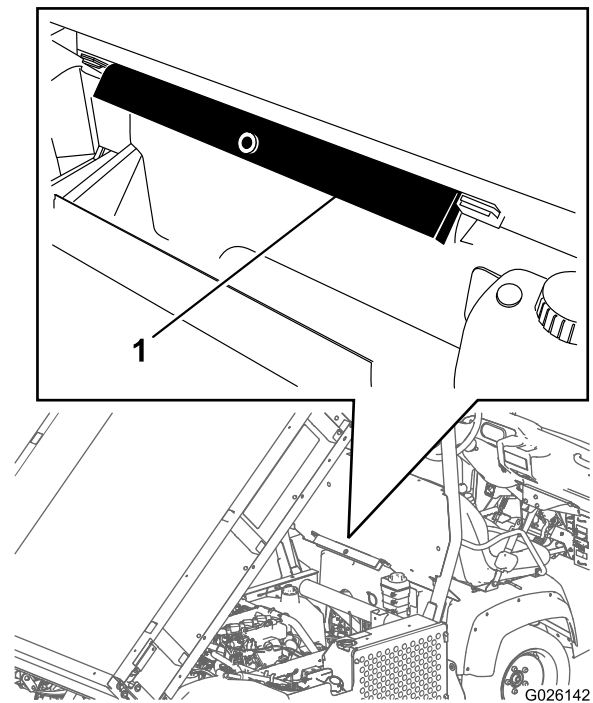

Figure 32
2. Sortez la béquille de sécurité des supports de rangement au dos du panneau du système ROPS (Figure 32).